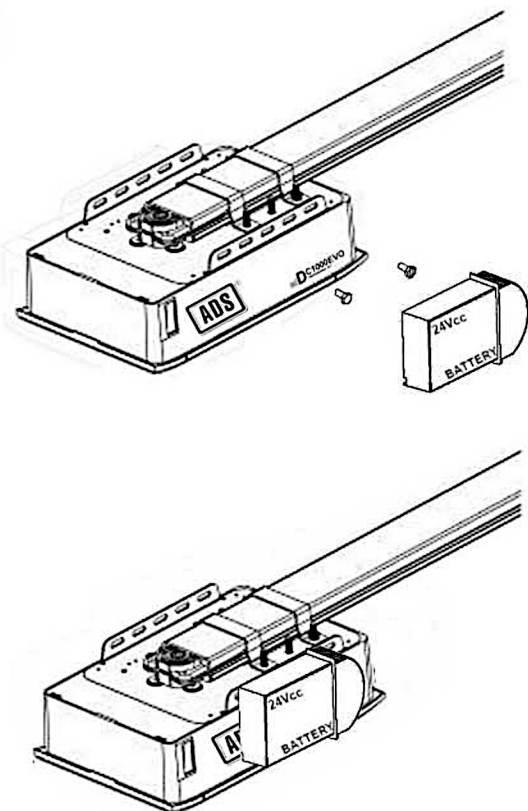

Fig. 17
2.Conecte la Batería de Respaldo al Abrepuertas de Garage. (Fig.17)